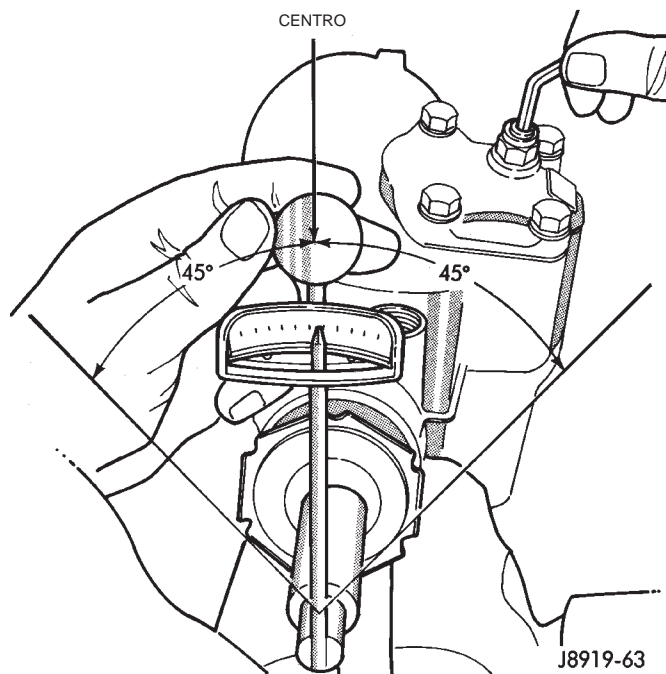

Fig. 29 Verificando o Torque de Rotação no Centro
(3) Coloque a chave de torque na posição vertical no eixo curto. Gire a chave 45 graus de cada lado do centro e registre os maiores valores de torque lidos nesta faixa (Fig. 29). Este é o Torque de Rotação no Centro.